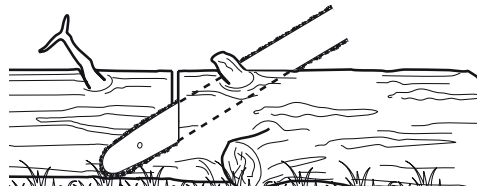

Fig. 38
- > Siga las instrucciones sencillas para un corte fácil. Cuando el tronco se sostiene a lo largo de toda su longitud (Fig. 38), se corta desde la parte superior (corte vertical para hacer leños).